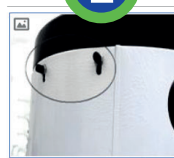

imagen 1
- E.** Montaje del acumulador en la estructura soporte ya con la estructura soporte armada, proceda a retirar las tuercas de la base del tanque (Imagen 1). Apoye el termotanque sobre las cunetas de apoyo (pieza J1 y J2).